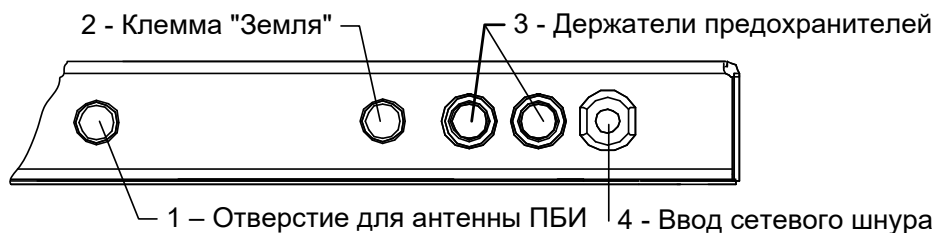

Рисунок 2 – Вид основания сзади
2.3.2.5 На задней стенке основания (см. рисунок 2) находятся: отверстие для установки антенны ПБИ (1), клемма «Земля» (2) для заземления аппарата, держатели предохранителей (3) и ввод для сетевого шнура (4).
3.3.2 При использовании программ *ЛинтеЛ*[®] - Линк¹ или *ЛинтеЛ*[®] - ЛИС³ необходимо установить на аппарат антенну³ (см. рисунок 2, страница 4) и плату³ устройства беспроводной связи. Установка антенны производится в гнездо на задней панели аппарата.